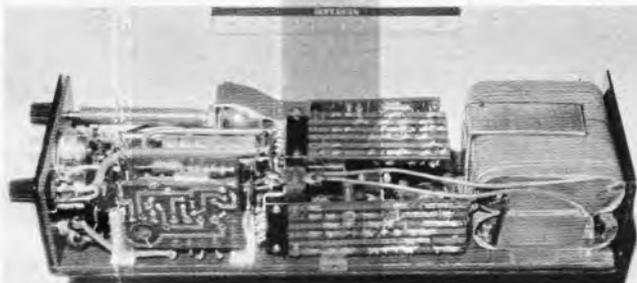

Bild 6. Innenansicht wie in Bild 5, jedoch mit eingesteckten Steckeinheiten
Bild 6. Dachaufbau mit abgespanntem Antennenstandrohr ($\alpha \geq 15^\circ$); 1 = Antennenstandrohr, 2 = Mastfuß, 3 = massive Unterlage, 4 = Abspannmateriel, 5 = Spannbeton-Dachbinde, Stahlpfette, Holzpfette oder dgl.
Der Aufbau eines Standrohres auf dem Dach (Ausführung c)) ist in Bild 6 dargestellt. Zuerst einmal muß ein als Mast- oder Standrohrfuß bezeichneter Befestigungswinkel für waagerechte Flächen auf dem Dach befestigt werden. Dieser hat einen Anschlag, auf welchen das Standrohr aufzusetzen ist, so daß das Kabel zwischen Dachhaut und Standrohr herausgeführt werden kann. Außerdem muß man die Erdleitung am Mastfuß anschließen.
2. bei einer Unterkonstruktion aus massiven Dachplatten (Stahlbeton-, Stahlstein-, Stahlbetonrippendecke usw.) der Mastfuß über einer Innenwand, zumindest aber über Stahlpfette, Holzpfette (Bild 6) oder andere Träger zu liegen kommt, damit das Flachdach nicht unter Umständen membranartig beansprucht wird,